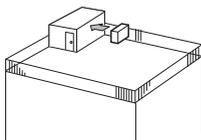

Fig. 2-3
- ① Okrenite odvod vazduha ka najbližem dostupnom zidu na udaljenosti od oko 35 cm od zida. (Fig. 2-3)